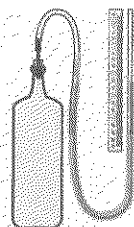

Рис. 6
2. Скориставшись прозорою еластичною трубкою та лінійкою, виготовте манометр, що буде вимірювати різницю тисків в атмосфері та пляшці (рис. 6). Простежте зміну різниці тисків протягом дня; зробіть висновок.